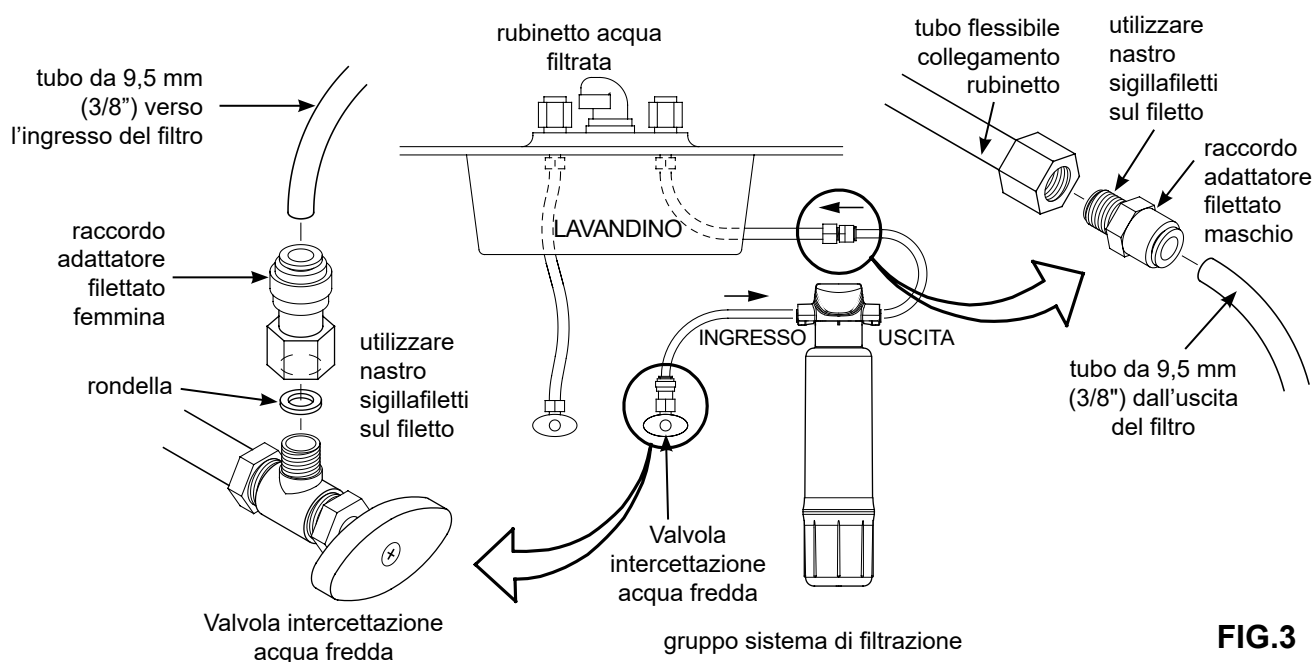

FIG.3
3. Prendere il raccordo adattatore filettato maschio fornito (vedi Fig.3) e, utilizzando del nastro sigillafiletti, inserirlo nel dado sulla linea di alimentazione verso il rubinetto che avete scollegato al punto 2.
4. Prendere il raccordo adattatore filettato femmina fornito (vedi Fig.3) e, utilizzando del nastro sigillafiletti, installarlo sul tubo di alimentazione dell'acqua fredda. Se la parte filettata del tubo di carico dell'acqua è troppo corta per poter essere inserita completamente nell'adattatore (circa 10,4 mm), inserire all'interno la rondella fornita come mostrato in figura 3.